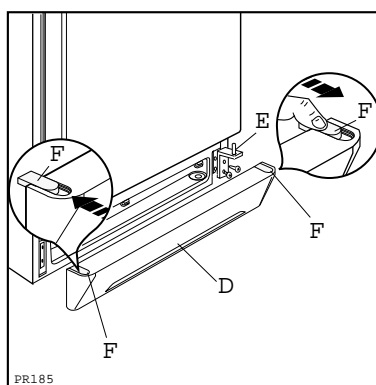

Fig. 9
- 2) Otez la grille d'aération (D) qui est fixée par un ressort (Fig. 9).
- 3) Démontez la charnière inférieure (E) en dévissant les deux vis de fixation (Fig.9).
- 5) Remontez la porte inférieure et vissez la charnière inférieure (E-Fig. 9) sur l'autre côté en utilisant les vis enlevées précédemment.
- 6) Détachez le cache (F) de la grille de ventilation (D) et remontez-le de l'autre côté dans l'ouverture qui est restée libre (Fig. 9).
- 7) Remontez la grille d'aération (D).